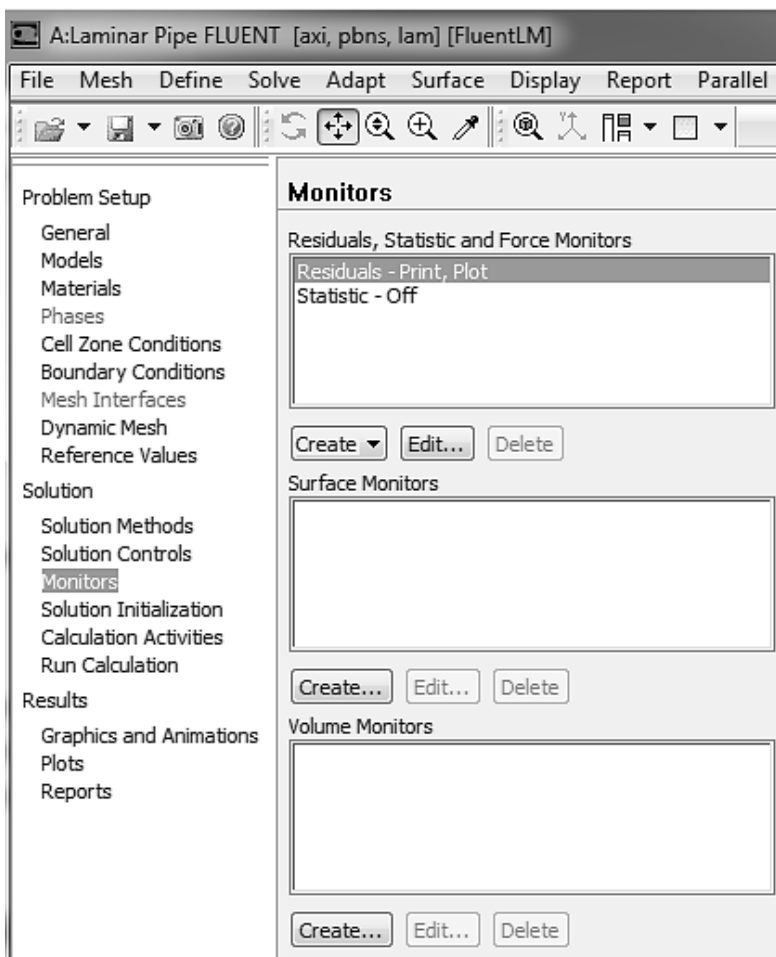

Рис. 1.48
- 2) В разделе Monitors выбираем Residuals, и далее ждем кнопку Edit, рис. 1.48.